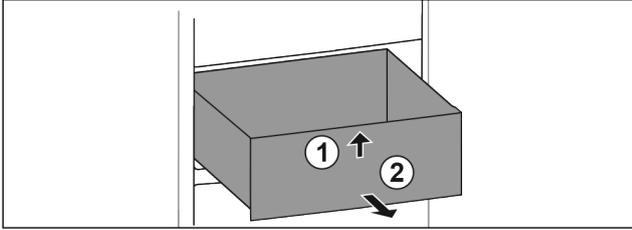

Fig. 11
- Le soulever à l'avant Fig. 11 (1).
- Sortir le tiroir par l'avant Fig. 11 (2).